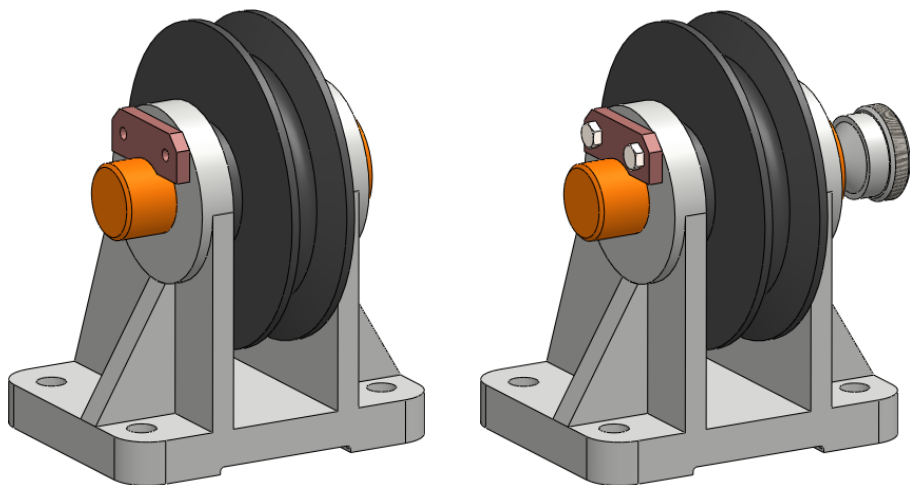

图 2-25 完成关联设计并导入其余装配文件
STEP 6 完成关联零件的创建后保存装配体，并设置将所有零件保存在装配体内；再导入本书提供的其余零件，添加配合，完成定滑轮的创建，如图 2-25 所示。